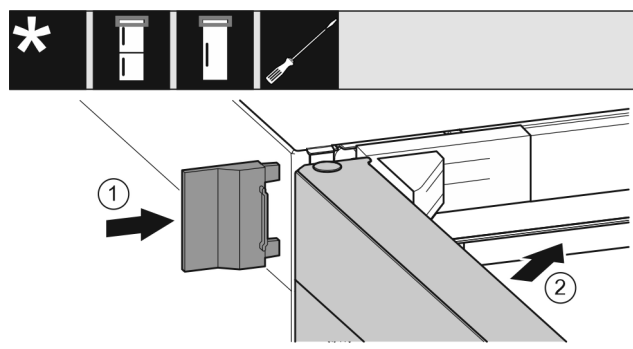

Fig. 23
- Insérer le cache extérieur Fig. 23 (1).
- Fermer la porte supérieure Fig. 23 (2).